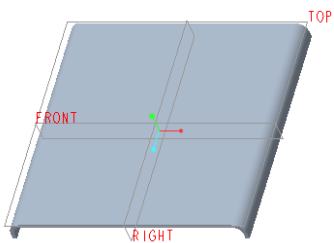
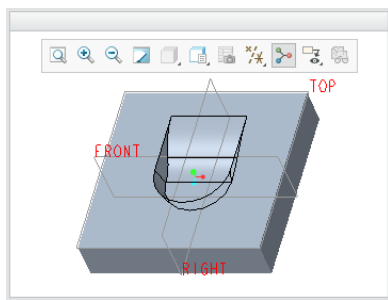

图 2-38 原始钣金件
图 2-39 在单独窗口中显示凹模模型
(1) 在“快速访问”工具栏中单击  (打开) 按钮，系统弹出“文件打开”对话框，浏览并选择配套的 bj_2_3b.prt 文件，单击“打开”按钮。该文件中存在着的原始钣金件如图 2-38 所示。
(2) 在功能区“模型”选项卡的“工程”组中单击“成型”下的  (下三角箭头) 按钮，接着单击  (凹模) 按钮，则在功能区中打开“凹模”选项卡。
(3) 在功能区的“凹模”选项卡中单击  (打开) 按钮，系统弹出“打开”对话框，选择本书配套资料中提供的 bj_2_die_2.prt，接着单击“打开”对话框中的“打开”按钮。此时，可以在“凹模”选项卡中增加选中  (指定约束时在单独的窗口中显示元件) 按钮，从而在一个弹出的单独小窗口中显示凹模模型，如图 2-39 所示。